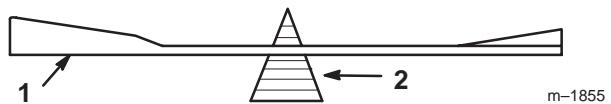
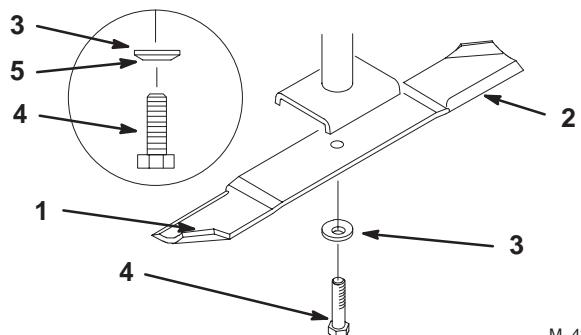

Figure 33
Figure 34
1. Tenez la lame à son extrémité avec un chiffon ou un gant épais. Retirez le boulon, la rondelle élastique et la lame, de l'axe de la lame (Fig. 34).
2. Vérifiez l'équilibre de la lame en la plaçant sur un équilibrage (Fig. 33). Si la lame reste horizontale, elle est équilibrée et peut être utilisée. Si la lame est déséquilibrée, limez un peu l'extrémité de la partie incurvée seulement (Fig. 34). Répétez la procédure jusqu'à ce que la lame soit équilibrée.
1. Placez la lame sur l'axe (Fig. 34).
2. Installez la rondelle élastique et le boulon de lame (Fig. 34). **Serrez le boulon de la lame à 115–150 Nm (85–110 pieds-livre).**